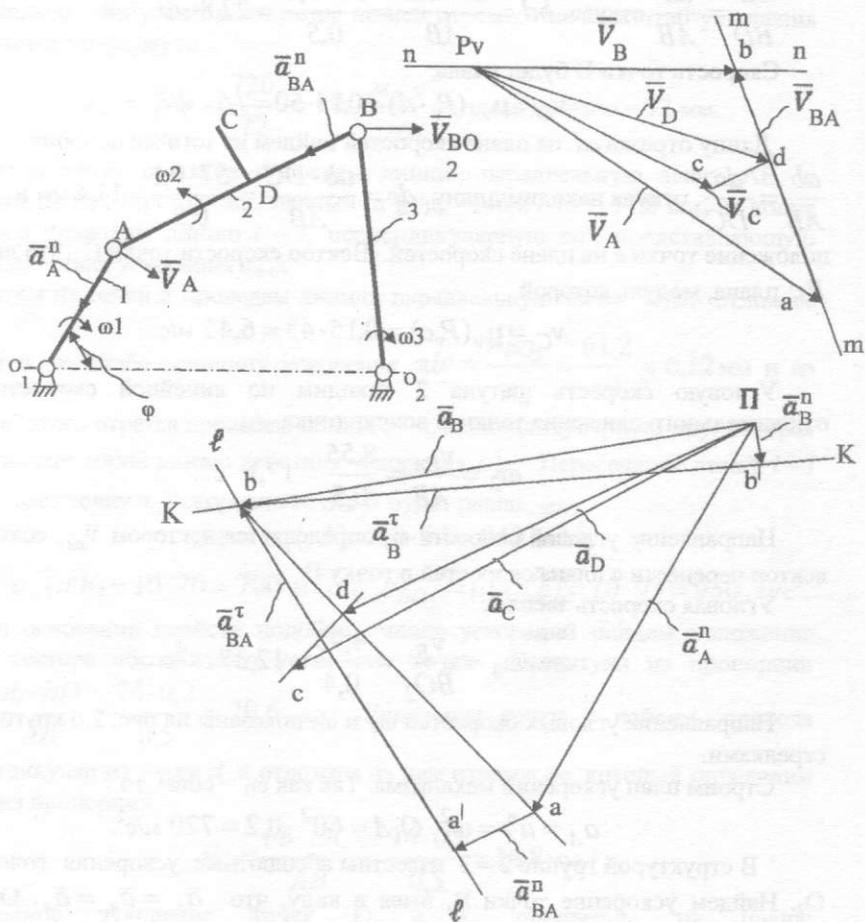

Рис. 2
5. Кинематический анализ рычажных механизмов методом планов покажем на примере рычажного механизма, изображенного на рис.2,а. Звено 1 – ведущее, вращается с постоянной угловой скоростью  $\omega_1 = 60 \text{ с}^{-1}$ . Размеры звеньев:  $l_{O_1A} = 0,2 \text{ м}$ ;  $l_{AB} = 0,5 \text{ м}$ ;  $l_{BO_2} = 0,4 \text{ м}$ ;  $l_{O_1O_2} = 0,6 \text{ м}$ ,  $l_{BD} = 0,2 \text{ м}$ ;  $l_{DC} = 0,1 \text{ м}$ . Построим план скоростей для заданного положения механизма и определим скорости характерных точек (А, В, D и С).
А. Из произвольного полюса  $P_v$  (рис.2,б) проводим прямую, перпендикулярную кривошипу  $O_1A$  в сторону его вращения. На этой прямой откладываем отрезок  $P_v a$ , длина которого выбирается студентом произвольно (50 мм, 100 мм...). Масштаб скорости определяется по формуле
Направление угловых скоростей  $\omega_2$  и  $\omega_3$  показаны на рис. 2,б круговыми стрелками.
По полученному векторному уравнению строим план ускорений (рис.2,е).